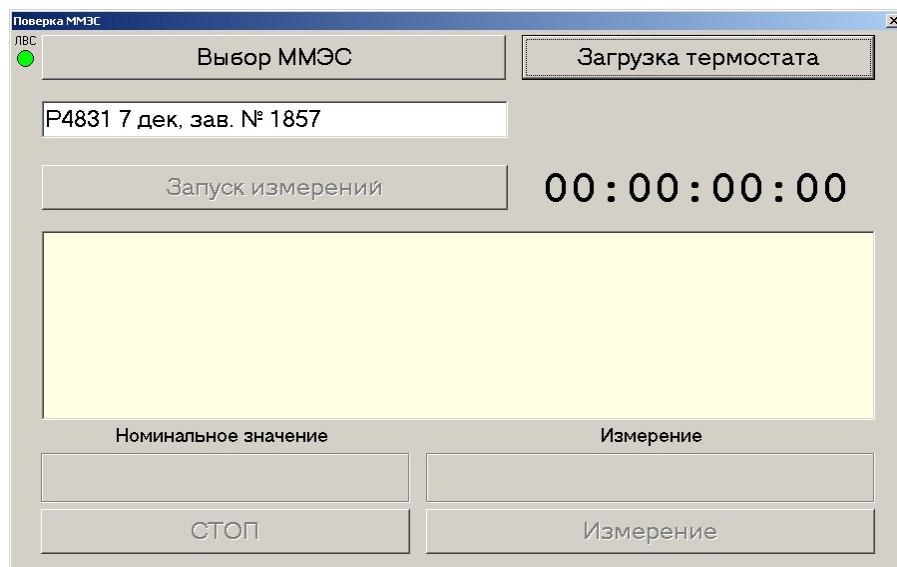

Рисунок 18. Окно «Поверка ММЭС»
7.4.1 Находясь в главном окне (рис. 2), нажмите кнопку «Поверка ММЭС», чтобы перейти в режим поверки ММЭС. Откроется окно «Поверяющие». Работа с этим окном согласно п. 7.2.1. После этого, отобразится окно «Поверка ММЭС» (рис. 18).